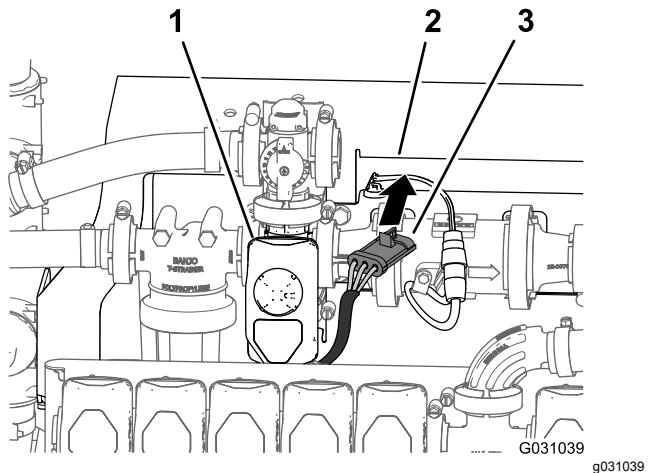

Figura 109
5. Enrute el conector de 3 pinos del arnés de cables de la válvula de agitación por delante del soporte del distribuidor (Figura 109).